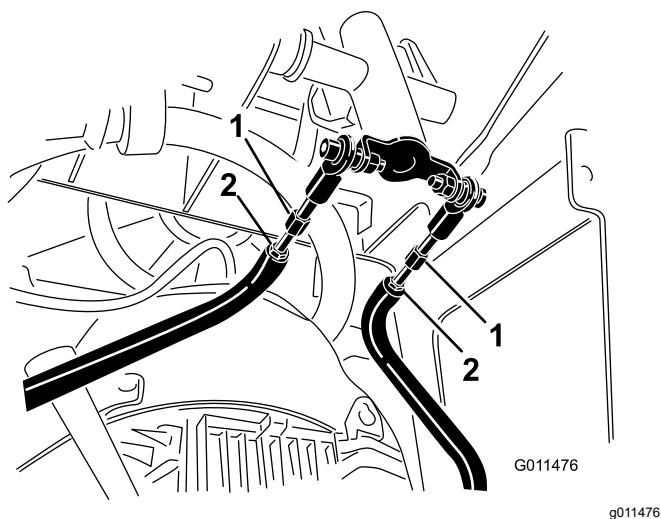

Figura 51
- D. Allentate i controdadi situati sulle aste di trazione, al di sotto della plancia (Figura 51).